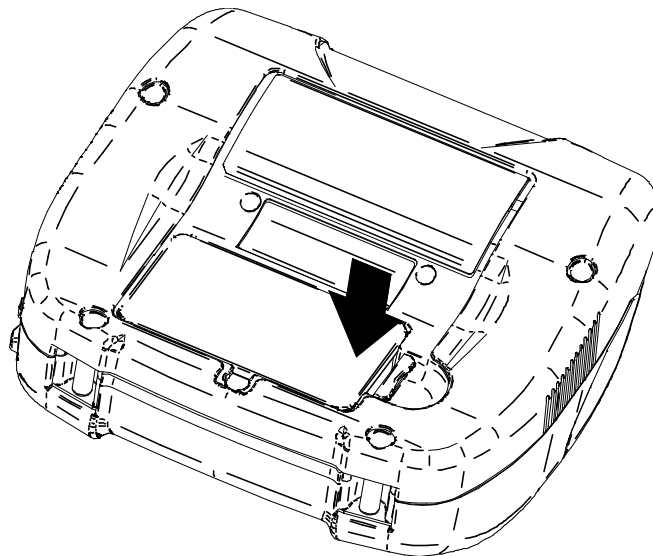

図 8-3 バッテリーパックの取り付け(3)
- ③ 図 8-3の矢印の方向に、バッテリーパックのツメb部がプリンタの溝B部にロックされるまでバッテリーパックを押し込んでください。